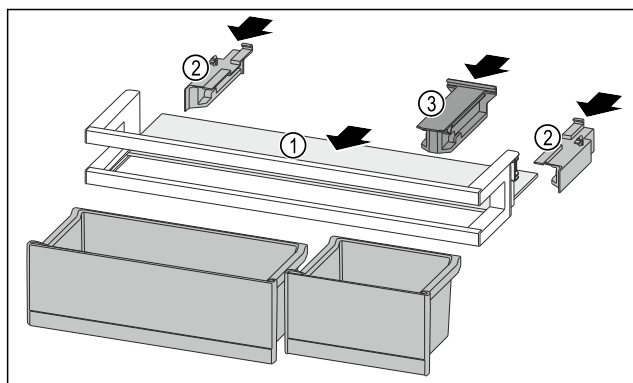

Fig. 205
- Odkládací plochu Fig. 205 (1) zasuňte do bočních vybrání.
- Boční díly Fig. 205 (2) vložte.
- Držák Fig. 205 (3) vložte.